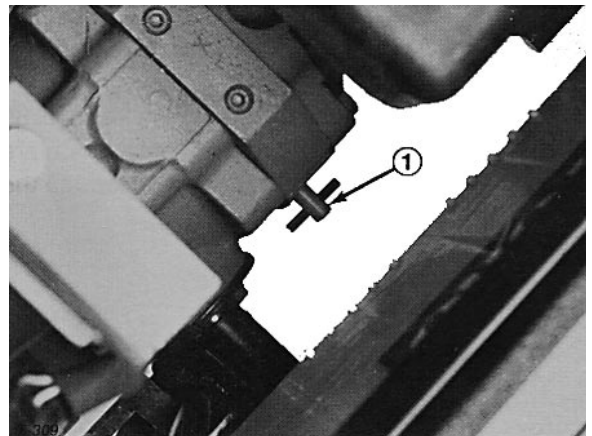

Figure 14
1. Alcance por baixo da unidade de tracção e gire a válvula de desvio (Fig. 14) entre $\frac{1}{2}$ e uma volta para a esquerda. Abrindo a válvula faz abrir uma passagem interna na transmissão, e por esta forma desvia o óleo da transmissão. Devido ao fluido ser desviado, a unidade de tracção pode ser deslocada sem danificar a transmissão.